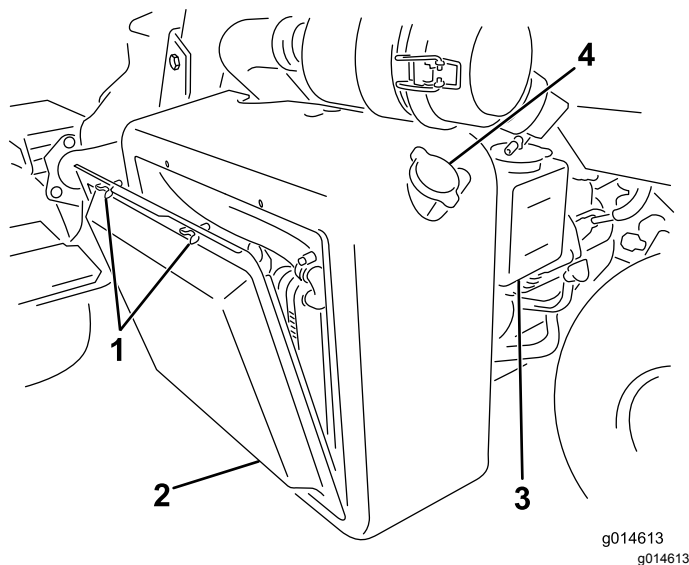
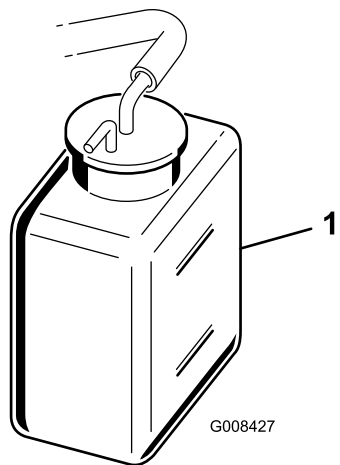

図 37
図 38
1. ラジエーターのスクリーンを外す 図 37。
2. 冷却液の量を点検する 図 37と 図 38。